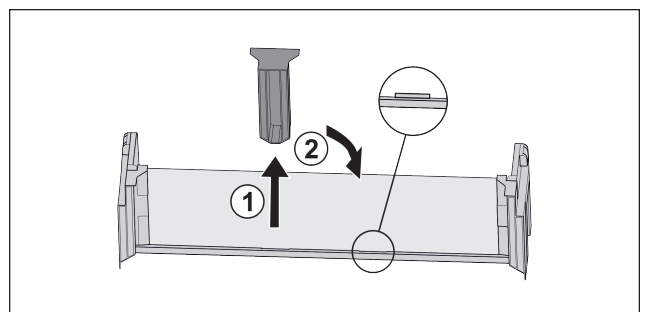

Fig. 17
- ▶ Retirar la pieza de sujeción central Fig. 17 (1).
- Colocar la pieza de sujeción central en la segunda posición Fig. 17 (2).